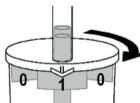

Abb. 3
4. Para apanhar o primeiro pólipo, rode o recipiente até a seta apontar para o número "1" (**Fig. 3**).